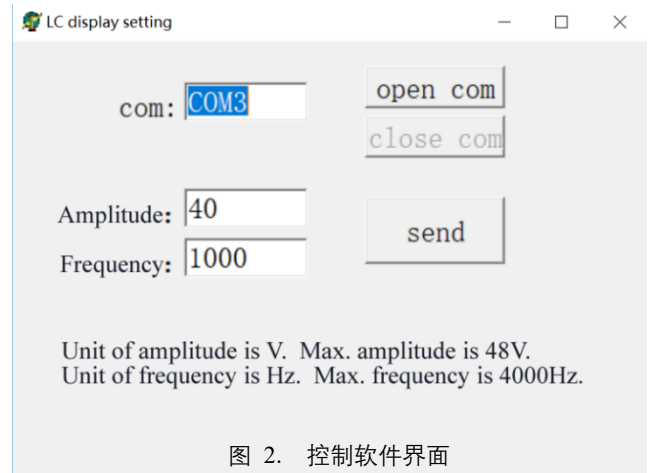

图 2. 控制软件界面
- 用“④ 串口控制线”连接电源与电脑，电脑会自动识别 USB 设备并安装。
- 运行程序“Project1(2).exe”，在图 2 所示的界面中，输入“COM3”，并单击按钮“open com”